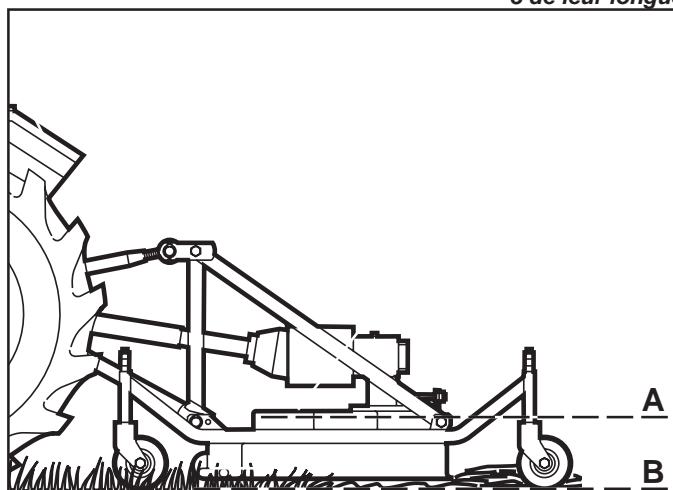

Fig. 7
- Collegare il terzo punto superiore con l'apposito tirante ed effettuare una corretta regolazione - perfettamente allineato con il terreno tramite la leva verificando che il piano della macchina (A Fig. 7) risulti parallelo al piano terra (B Fig. 7). Ciò è molto importante allo scopo di ottenere il parallelismo tra l'asse del tosaerba e quello della presa di forza del trattore. Operare in queste condizioni significa limitare le sollecitazioni sulla presa di forza e prolungare la durata sia dell'albero cardanico che della macchina.
- Check that the platform of the machine (A Fig. 7) is perfectly parallel to the ground (B Fig. 7). This is a very important adjustment carried out in order to obtain parallelism between the axis of the grass mower and that of the tractor PTO. Work in these conditions limits the stress to which the power take off is subjected and lengthens the life of both the driveline and the machine.*
- Den Oberlenker mit der Zugstange verbinden und eine korrekte Einstellung vollkommen parallel zum Gelände mit dem Hebel vornehmen, wobei zu prüfen ist, daß die Ebene der Maschine (A Abb. 7) ganz parallel zur Ebene des Geländes (B Abb. 7) steht. Das ist sehr wichtig, um eine Parallelität zwischen der Achse des Sichelmähers und der Achse der Zapfwelle des Traktors zu erhalten. Wenn man unter diesen Voraussetzungen arbeitet, ist man sicher, die Belastungen der Zapfwelle zu minimieren und die Haltbarkeit der Gelenkwelle und der Maschine zu verlängern.
- *Atteler le troisième point supérieur avec le triant prévu et effectuer un réglage correct - parfaitement aligné avec le sol au moyen du levier en vérifiant que le plan de la machine (A Fig. 7) est parallèle au plan du sol (B Fig. 7).*
- Conectar el tercer punto superior con el correspondiente tirante y efectuar una correcta regulación, perfectamente alineado con el terreno mediante la palanca controlando que el plano de la máquina (A Fig. 7) resulte paralelo al plano tierra (B Fig. 7).